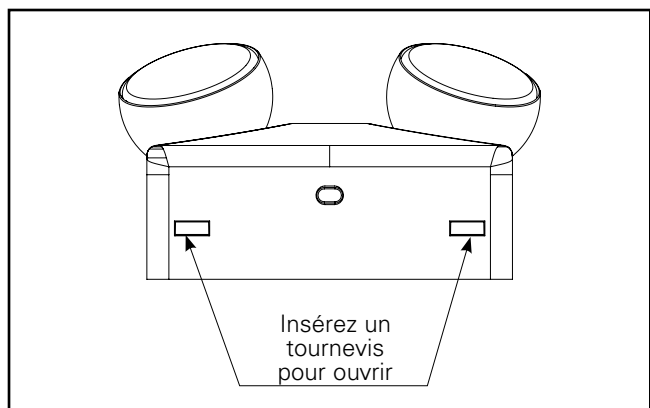

Figure 1.
2. Ouvrez l'APELMINI en insérant un tournevis dans les deux trous situés à la base du luminaire. Les boutons-pression seront ainsi écartés pour permettre l'ouverture du luminaire. (Voir la figure 1)